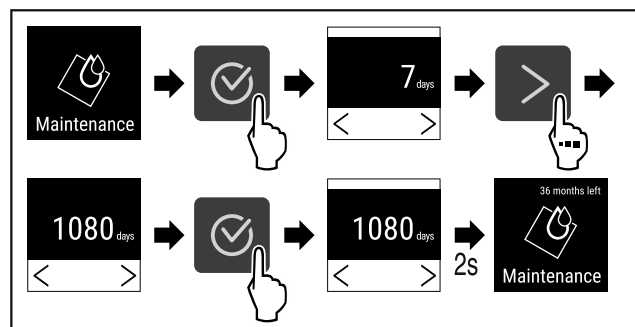

Fig. 69
- ▶ Efectuați pașii de acțiune (vezi Fig. 69).